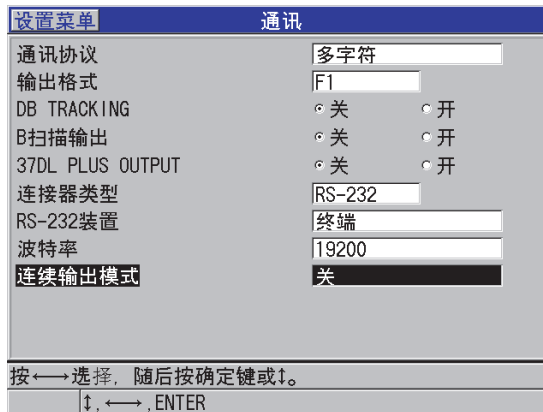

图 14-3 查看通讯参数
7. 在 **通讯** 屏幕中（参见第 249 页的图 14-3）：